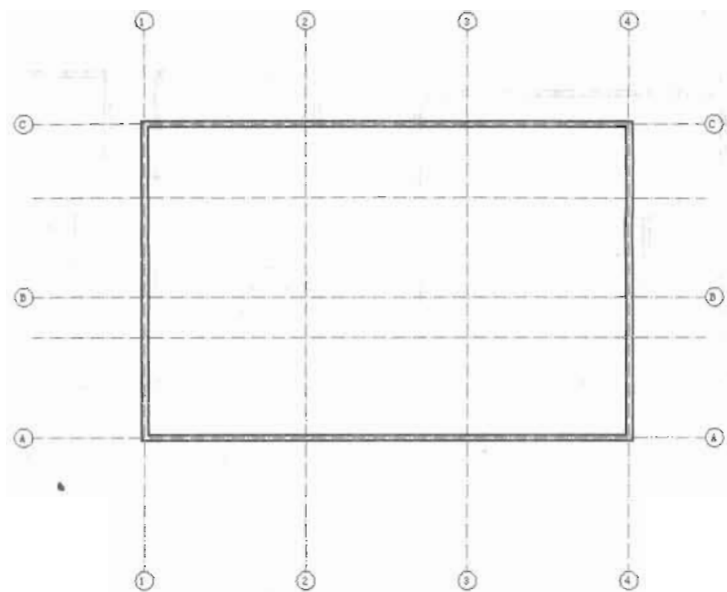

图 5-144
指定下一点或 [闭合 (C)/放弃 (U)]: c ✓ //闭合线段, 结果如图 5-144 所示
(2) 按空格键继续执行 MLINE 命令, 继续绘制墙体线, 命令执行过程如下。